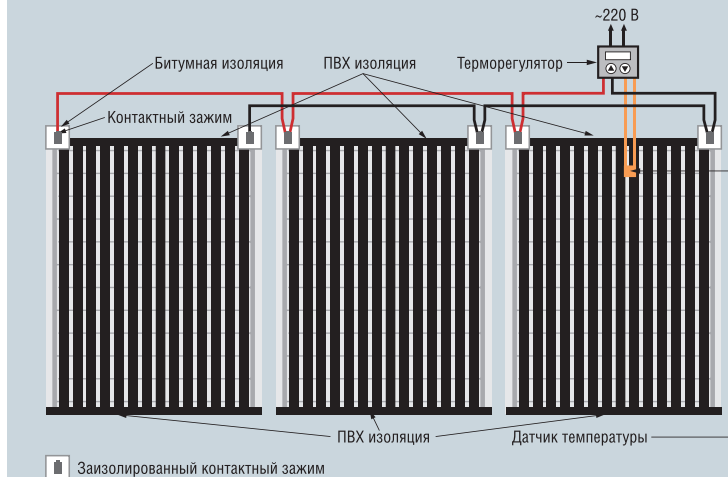
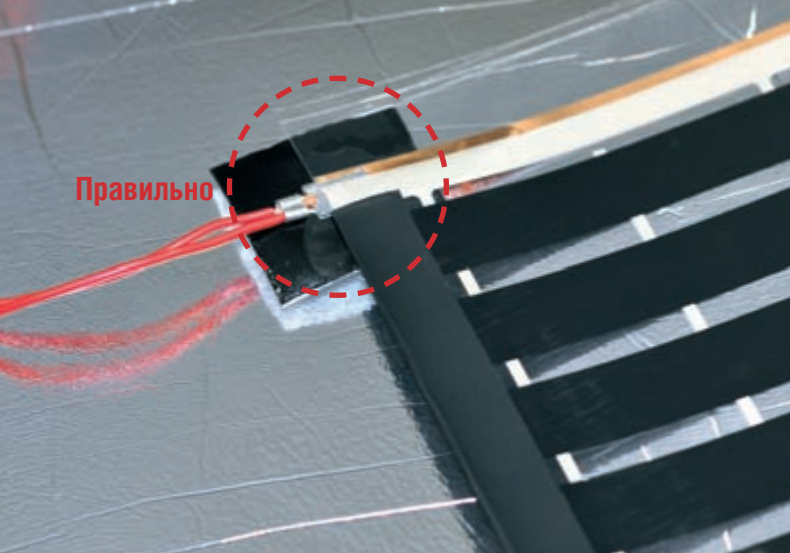

Рис. 6. Общая схема подключения термопленки CALEO PLATINUM
Рис. 18. Пример правильной установки нижнего листа битумной изоляции контактных зажимов
- 13.1 Подключение термопленки к сети производится согласно схеме подключения (рис. 6).
16. Заизолируйте битумной изоляцией все места подключения проводов к термопленке (рис. 18–20). Для этого в комплект каждой полосы термопленки входит 5 отрезков изоляции и 10 м изоляции ПВХ. На рис. 6 эти места отмечены значком .